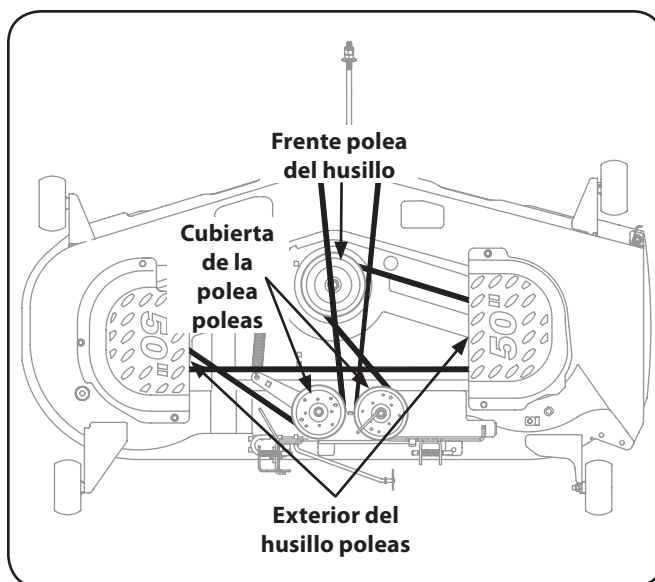

Figura 7-11
5. **En 50 "grupos:** Para colocar la correa nueva, empezar por el cinturón alrededor de las dos poleas del husillo exterior, a continuación, alrededor de la polea del eje delantero como se muestra en la figura. 7-11.
6. A continuación lleve el cinturón alrededor de las dos poleas locas de la plataforma como se muestra en la figura. 7-11.